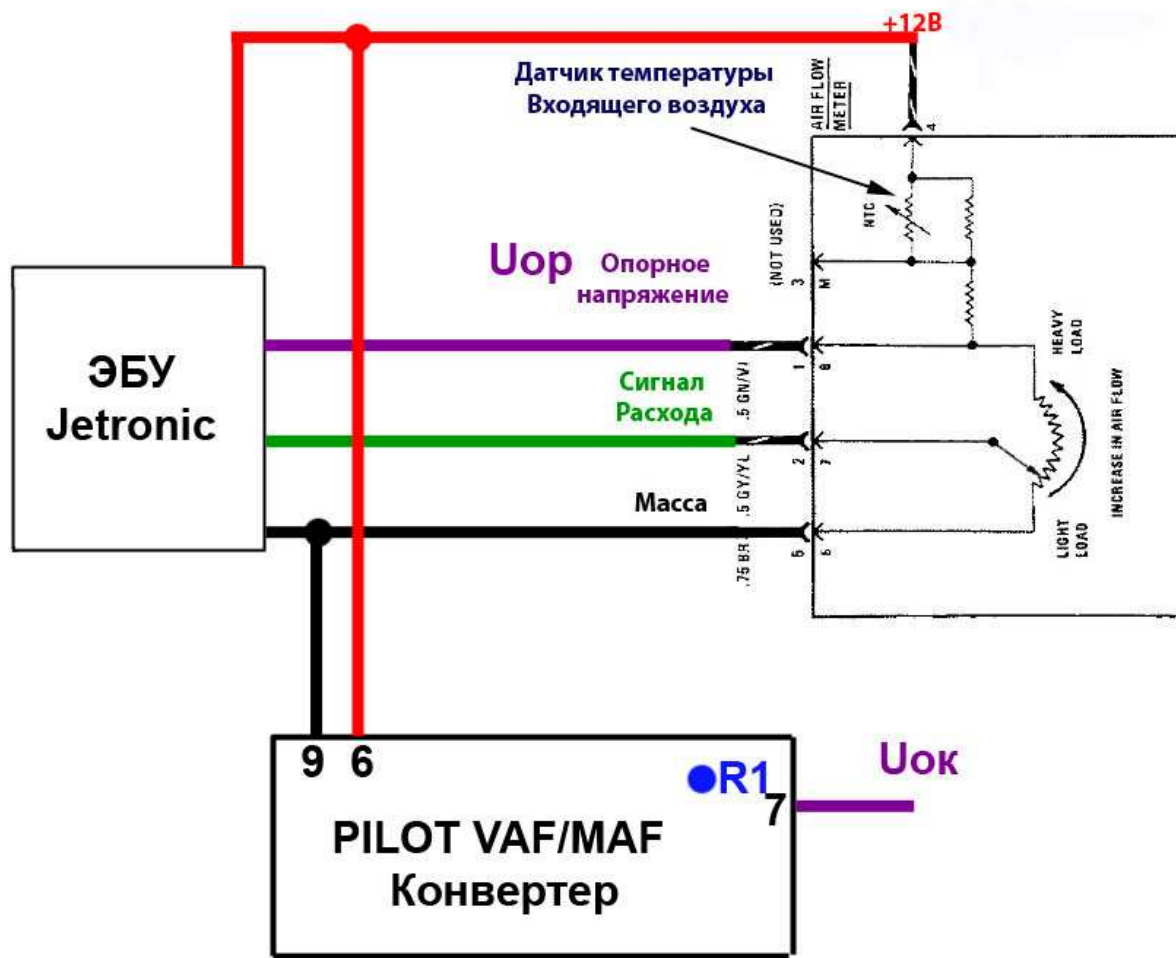

Рис. 16 Подключение питания конвертера, настройка опорного напряжения.
2. Подключаем массу и питание конвертера параллельно штатному расходомеру (см. Рис. 16). При этом есть особенность - напряжение питания подается только при работающем двигателе! Если включено зажигание, но двигатель не работает, питания нет, соответственно, связь с конвертером тоже установить не удастся.
3. Заводим двигатель и измеряем, относительно массы, опорное напряжение расходомера $U_{ор}$ (см. Рис. 16).
4. С помощью подстроечного резистора $R1$ выставляем точно такое же опорное напряжение на выходе конвертера (см. Рис. 16).